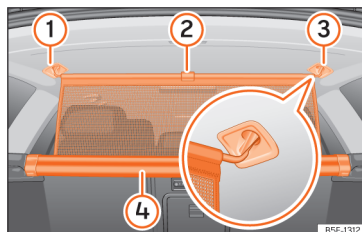

Fig. 187 En el maletero: enganchar la red de separación.
- Tire hacia arriba de la lengüeta » » fig. 187 ② para sacar la red de la carcasa ④.
- Enganche la red de separación en el lado derecho o izquierdo ③ (imagen ampliada).
- Enganche la red de separación en el alojamiento del otro lado ① estirando la barra.